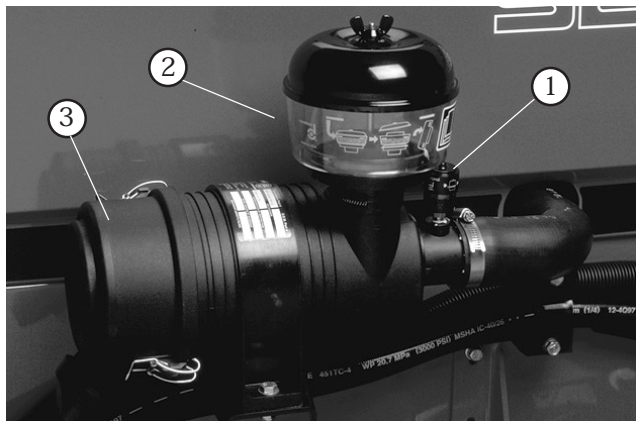

図 46
1. 蝶ねじを外し、プレクリーナのボウルからカバーを取り外す(図46)。
1. ラッチを外し、エア・クリーナのボディーからカバーを外す(図46)。フィルタを外す前に、低圧のエア (2.8 kg/cm²、異物を含まない乾燥した空気) で、1次フィルタとボディーとの間に溜まっている大きなゴミを取り除く。高圧のエアは使用しない。異物がフィルタを通してエンジン部へ吹き込まれる恐れがある。このエア洗浄により、1次フィルタを外した時にホコリが舞い上がってエンジン部へ入り込むのを防止することができる。
6. インジケータ(図46)が赤になっていればリセットしておく。